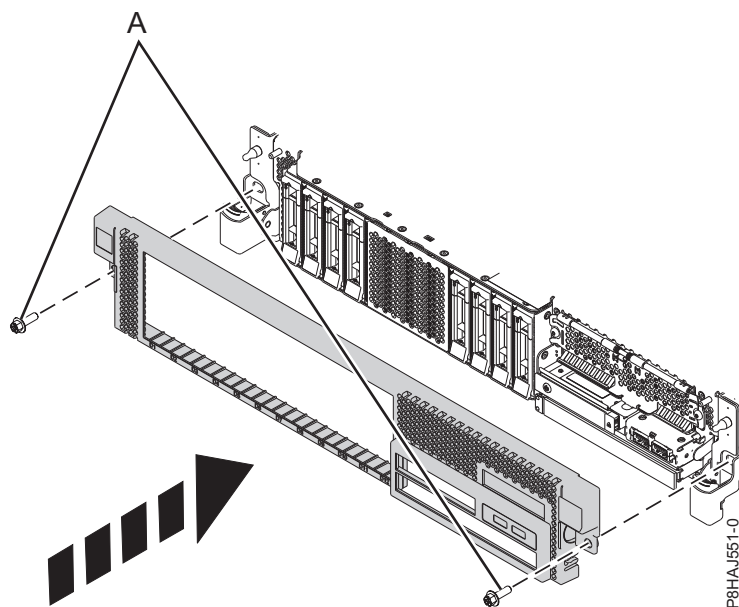

Figura 32. Instal·lació de la coberta frontal
3. Tanqueu els pestells d'alliberament empenyent-los en la direcció que mostra la Figura 32 a la pàgina 51. La coberta queda fixada al seu lloc i té un sagnant des d'on es pot retenir més fàcilment.
4. Substituïu els cargols de muntatge (A).